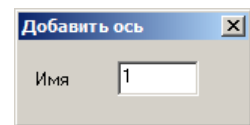

Рис.13.3.5. Окно диалога **Добавить ось**
- В открывшемся окне диалога **Добавить ось** (рис. 13.3.5) задайте: